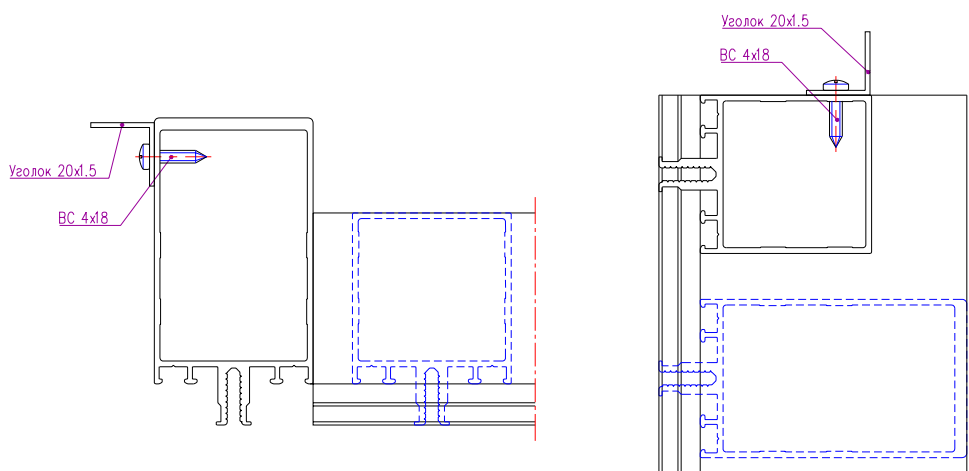

Рис. 6-6 Крепление нащельника (уголок 20х1.5)
- К крайним стойкам, к верхним и нижним ригелям закрепить нащельник (уголок 20х1.5) согласно рис.6-6 или другой нащельник в соответствии документации КМ и КМД;